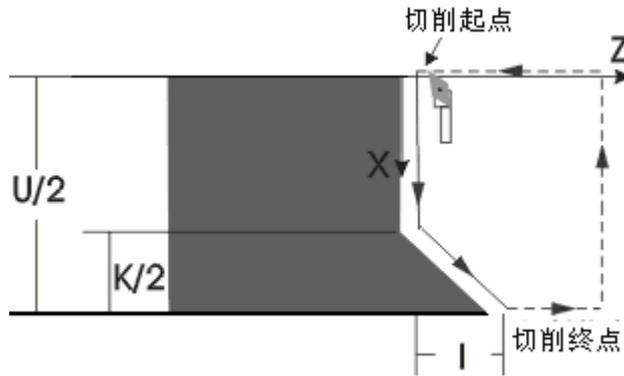

图 4-26
3)、G92 端面螺纹：如图 4-26
例 1: 加工图 4-26 a 所示的英制圆柱管螺纹。(G1 $\frac{1}{4}$:牙数 11, d=41.910, d₂=40.431, d₁=38.952)
例 2: 加工图 4-26 b 所示的圆锥外螺纹 (R1 $\frac{1}{4}$:d=41.910, d₂=40.431, d₁=38.952, P=2.309 螺纹有效长度 19.1)